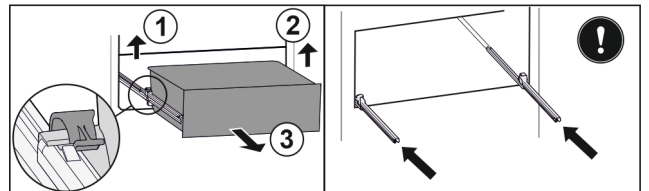

Fig. 38
- ▶ Підняти лівий затискач і одночасно висувний ящик ліворуч потягнути вперед. Fig. 38 (1)
- ▶ Підняти правий затискач і одночасно висувний ящик праворуч потягнути вперед. Fig. 38 (2)
- ▶ Вийняти висувний ящик рухом вперед. Fig. 38 (3)